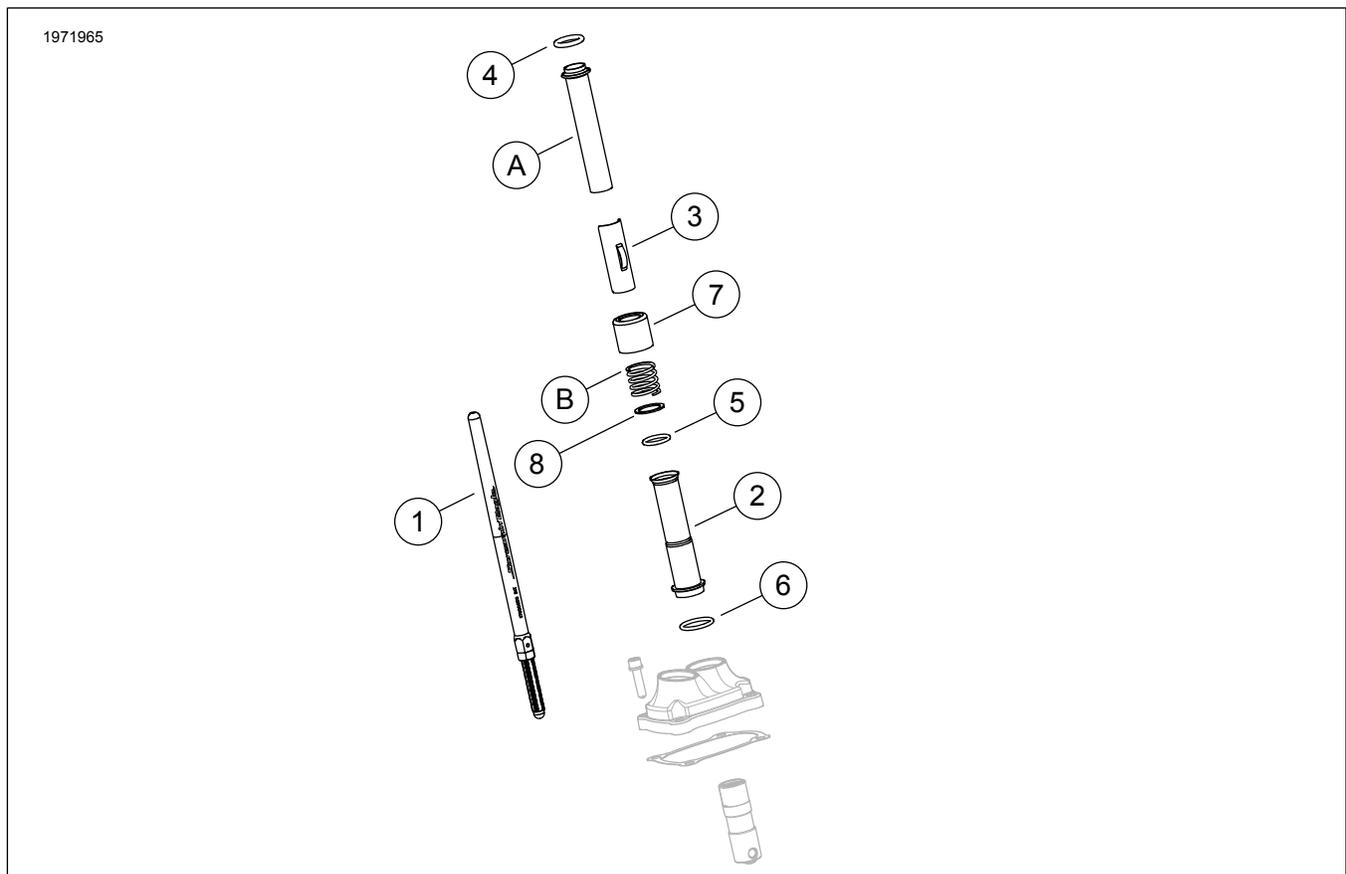

Figura 1. Contenuto del kit: Kit Screamin' Eagle Milwaukee-Eight Stage 2
1. Vedere la figura 1. Installare la pompa dell'olio. Vedere il manuale di manutenzione.